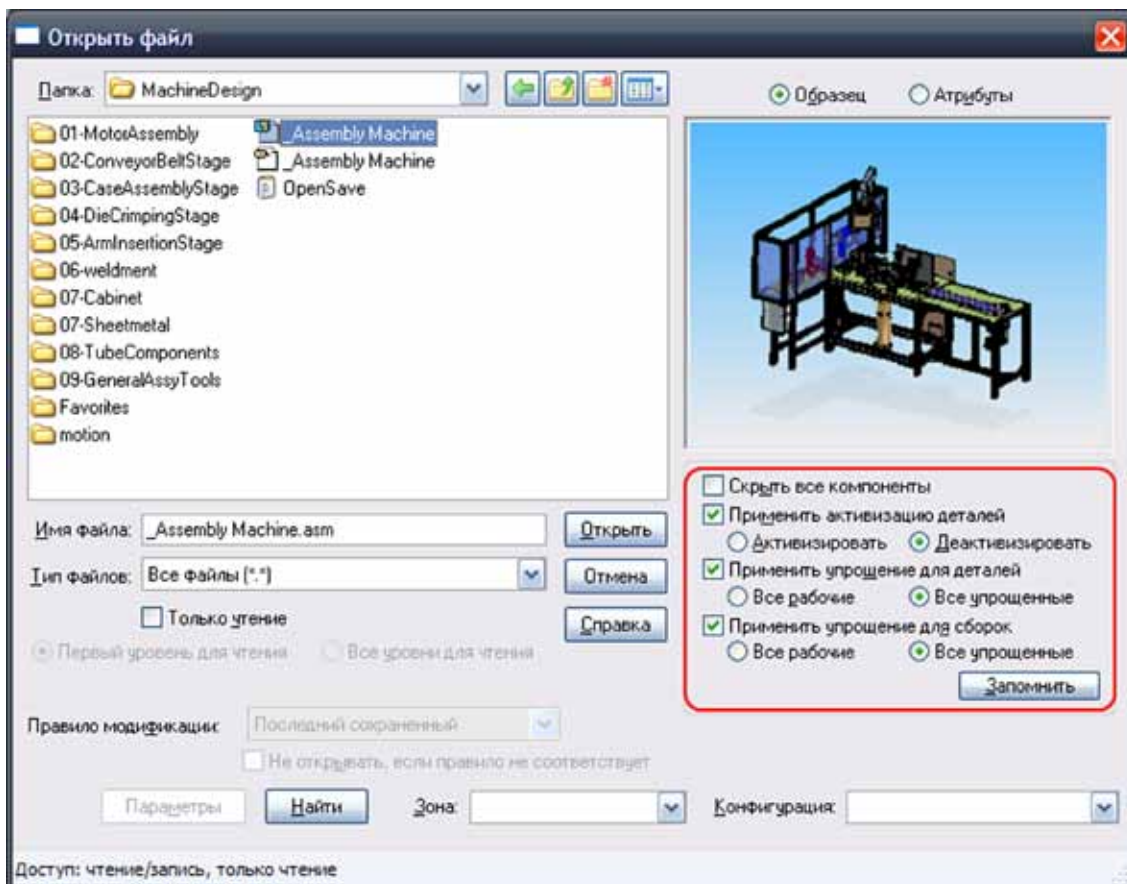

Рисунок 10. Параметры управления производительностью в диалоге открытия сборки
- Гибкий диалог загрузки сборки. Solid Edge предлагает несколько параметров в диалоге открытия сборки, специально предназначенных для управления производительностью при открытии большихборок (Рисунок 10). Конструктор может выбрать заранее опреде-